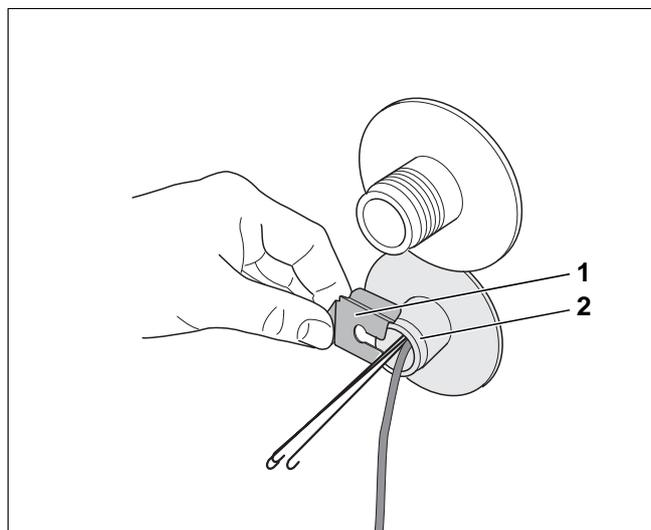

fig. 8 Montar a peça de fixação da sonda
- Empurrar a peça de fixação da sonda (fig. 8, **pos. 1**) pelo lado sobre a manga de imersão (fig. 8, **pos. 2**).